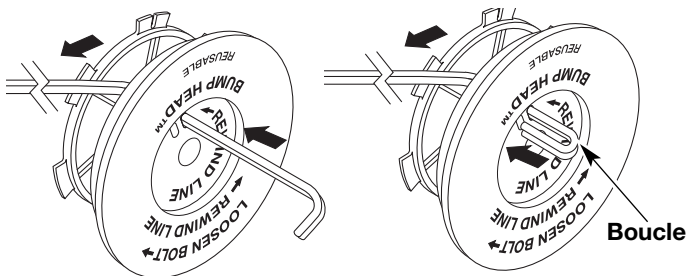

Fig. 33
- Découpez environ 3 m (10 pi) de fil neuf. Insérez une extrémité de fil dans l'un des deux trous du moulinet intérieur (Fig. 33). Tirez le fil jusqu'à ne laisser que 10 cm (4 po) environ.
- Insérez l'autre extrémité du fil dans le trou ouvert du moulinet et tirez sur le fil pour que la boucle soit le plus petit possible (Fig. 33).